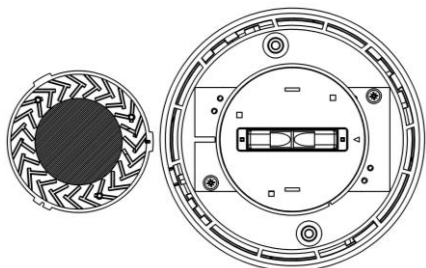

Рисунок 6.1 – Димові камера сповіщувача у відкритому стані
- 3) зняти захисну сітку разом з кришкою димової камери, відтягнувши її від основи (Рис. 6.1);